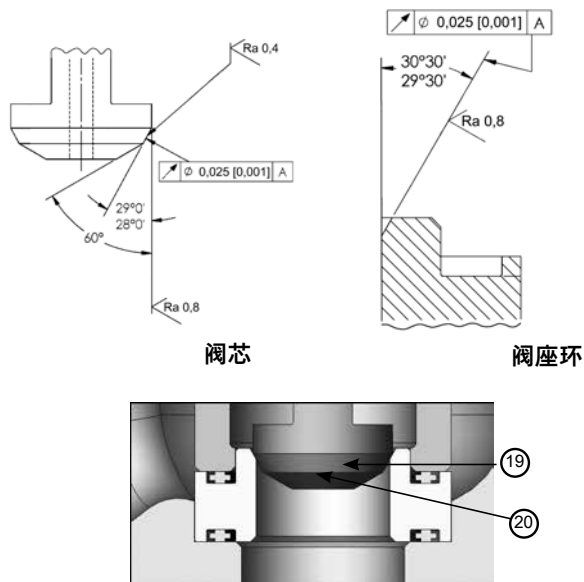

图 3 : 阀芯与阀座环座面
座面可能需要研磨才能恢复必要的表面完整性, 以满足阀门泄漏等级要求。对于任何阀门尺寸而言, 从阀芯与阀座表面去除金属的最大量不得超过 0.015" (0.4mm)。在经过重新加工的零件上, 确保座面倾角在规定容差 (如下图 3 所示) 范围内。需要去除更多金属才能恢复的零件应该丢弃并更换。
10. 研磨后, 拆卸零件进行清洁, 然后重新组装, 确保座面倾角在容差范围内。请参见图 3。